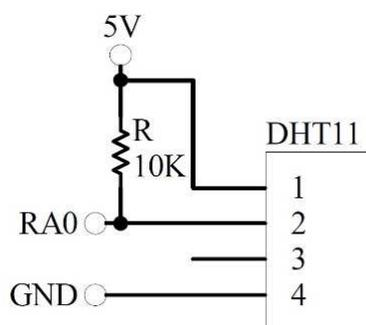

Figura A.11: Sensor de temperatura e umidade DHT11 ligado a um Arduino
**Pinagem:** Alguns Sensores DHT11 possuem as indicações sobre onde deve ser ligado cada terminal (como na Figura A.10). Outros sensores possuem quatro terminais, dos quais apenas três são usados: os dois primeiros e o quarto terminal. O primeiro terminal é ligado na saída de +5V do Arduino. O segundo é conectado no pino de entrada de dados na placa Arduino e o quarto terminal é ligado ao GND do Arduino. A Figura A.11 demonstra como conectar o sensor DHT11 com o Arduino, utilizando um resistor de 10K.